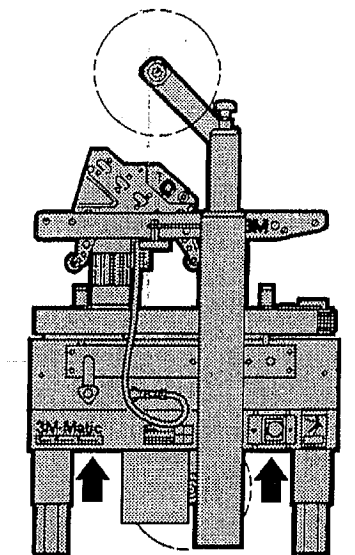

Figure 20
- 1 - Soulever la machine en utilisant les courroies et les cordes et en faisant attention de les placer aux points indiqués sur la Figure 20.
- 1- De machine moet met touwen of draagriemen opgetild worden, waarbij goed opgelet moet worden, dat de riemen aangebracht worden, zoals in Figure 20 aangegeven is.